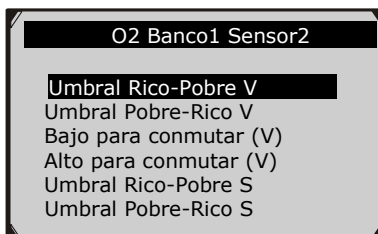

Figura 6.25
- 4) Vea los resultados de prueba del sensor O2 seleccionado. (Figura 6.25)